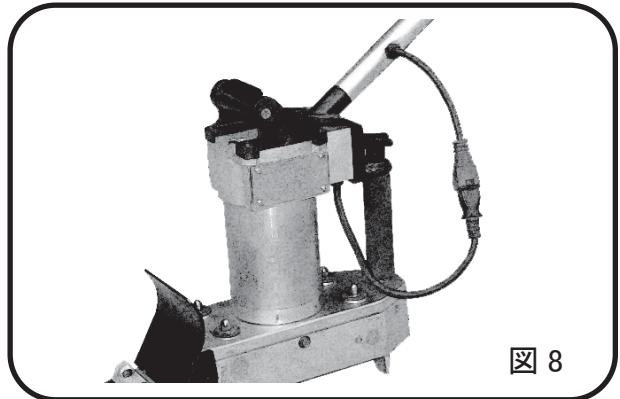

図 8
- ・キャブタイヤコードに亀裂や傷が無いか点検して下さい。（図 8）